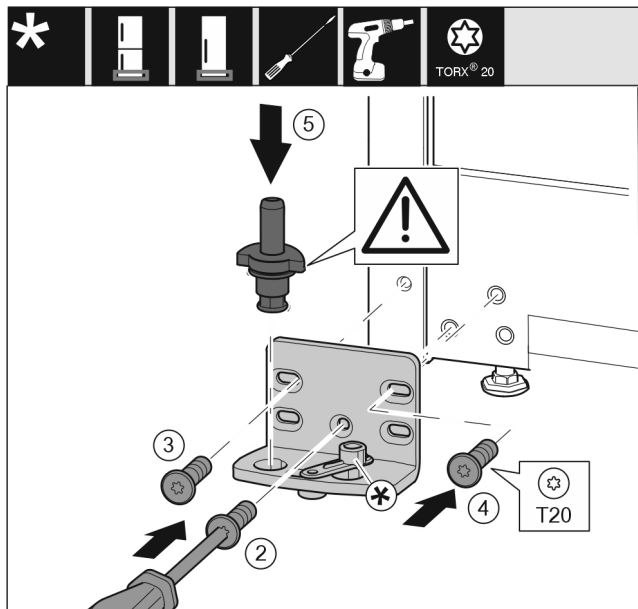

Fig. 18
- ▶ Coloque el soporte del cojinete en el otro lado y atornillelo con un destornillador. Comience con el tornillo Fig. 18 (2) en la parte inferior central.
- ▶ Atornille el tornillo Fig. 18 (3) y el tornillo Fig. 18 (4).
- ▶ Inserte completamente los pernos del cojinete Fig. 18 (5). Asegúrese de que la leva de bloqueo apunte hacia atrás.